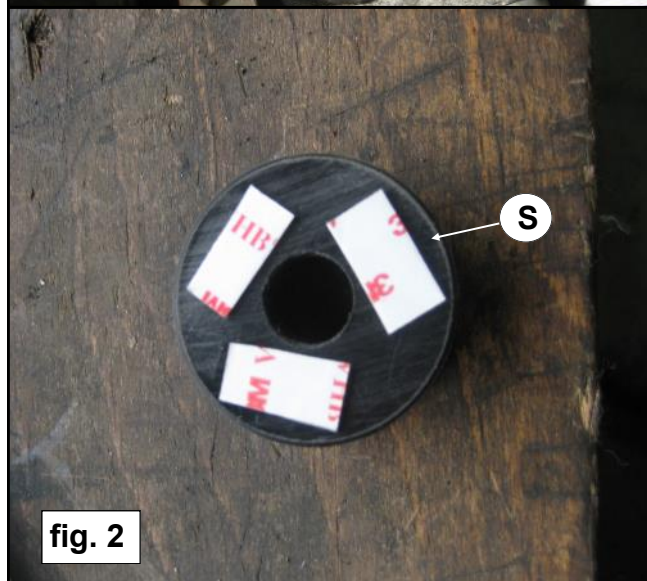

fig. 2
5. Faites tourner le ressort jusqu'à ce que l'ouverture visible de la coupelle supérieure soit positionnée conformément aux fig. 2 et 3.